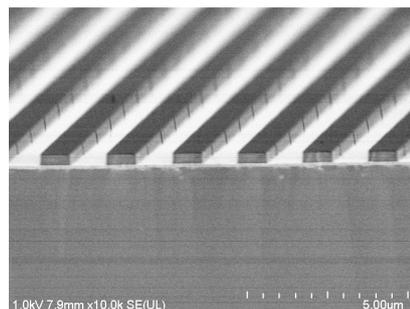

Fig. 4 SEM image of the cross section of Si mold with Cr sputtering and electron beam writing
②Si 金型の断面を機械工学科中尾・長藤研究室の SEM で観察したものを Fig. 4 に示す。